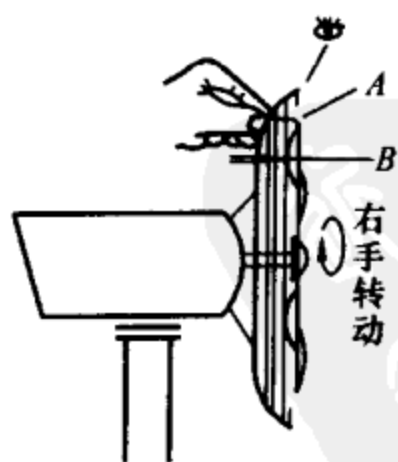

图2-9 定位测距校正
(1) 台式、落地式、壁式等电扇均有保护网，扇叶都为一体性，可按图2-9所示方法校正。左手握住测距尺（可用木棒、筷子、铁丝等）作定位测距，右手边转动扇叶，边拧动叶片，调整三叶片的A点（平行位）和B点（扭距位）。经过几次反复调整，一般可使三个叶片调整到一致位置。